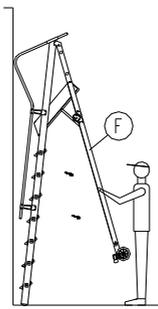

Fig.44
- (fig. 44) afferrare il tronco di sostegno **F**) e tirarlo verso se stessi, la scala, per mezzo delle cerniere, inizierà ad aprirsi fino a che la piattaforma andrà in battuta. Poggiare a terra il tronco di sostegno
- (fig. 44) togliere le vite superiori e lo spessore in plastica che tengono uno dei due bracci laterali **G**), far ruotare il braccio in basso fino a far coincidere il foro in corrispondenza della cerniera con quello praticato sul montante del tronco di salita, immediatamente sopra al secondo gradino dal basso, con la stessa vite tolta interponendo lo stesso spessore in plastica fissare il braccio al montante. Ripetere la stessa operazione per l'altro braccio
- (fig. 44) salire sulla piattaforma, se non si arriva da terra, per avvitare il pomello maschio M8 in posizione **H**), al fine di fissare la piattaforma al tronco di sostegno.